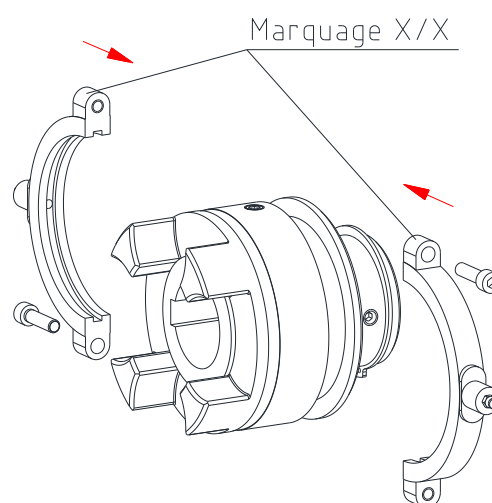

Fig. 11: Montage du collier de manœuvre
- Placez les demi-anneaux séparément dans la rainure du moyeu SD (composant 3) (voir figure 11). Veuillez ici à respecter la position marquée.
- Fixez axialement l'arbre à l'aide de la bague d'arrêt (composant 3.5) et des vis du levier de commande (composant 3.7) (voir figure 11).